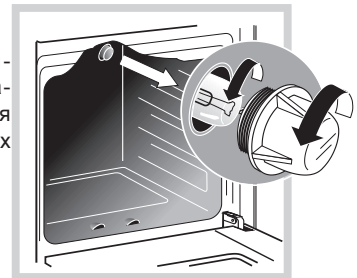

Рис. 18
- Открутите стеклянный плафон (рис.18)